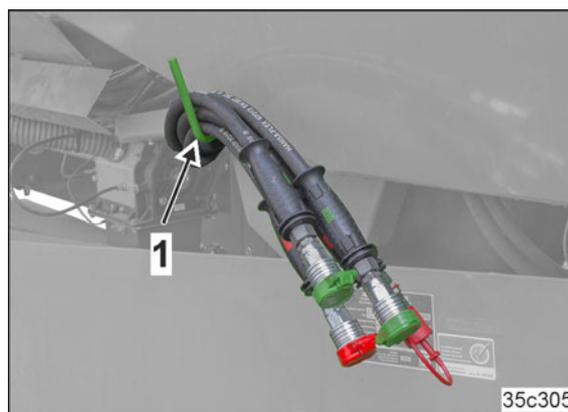

Fig. 117
1. Branchez les conduites flexibles hydrauliques supplémentaires à la pompe hydraulique à prise de force (Fig. 117/1).
- Penderie à flexibles (Fig. 117/1)